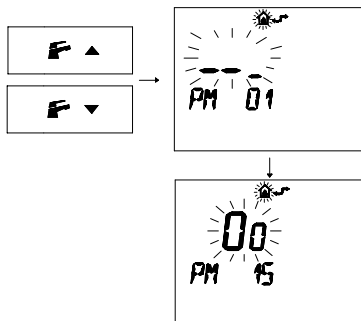

Fig. 5.32
- Premere i pulsanti  o  per visualizzare la programmazione "PM15" abilitazione della sonda esterna (Fig. 5.32)